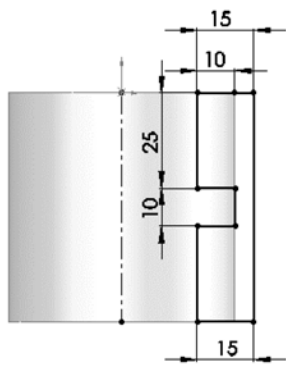

图 3-55 标注的草图
5) 绘制草图。执行“工具”→“草图绘制实体”→“直线”菜单命令和“中心线”菜单命令, 绘制草图并标注尺寸。标注的草图如图 3-55 所示。